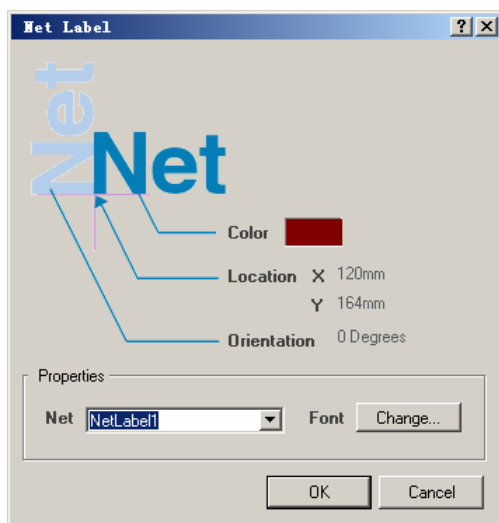

图 2.98 “Net Label”对话框
(2) 单击“Tab”键，打开如图 2.98 所示的“Net Label”对话框。